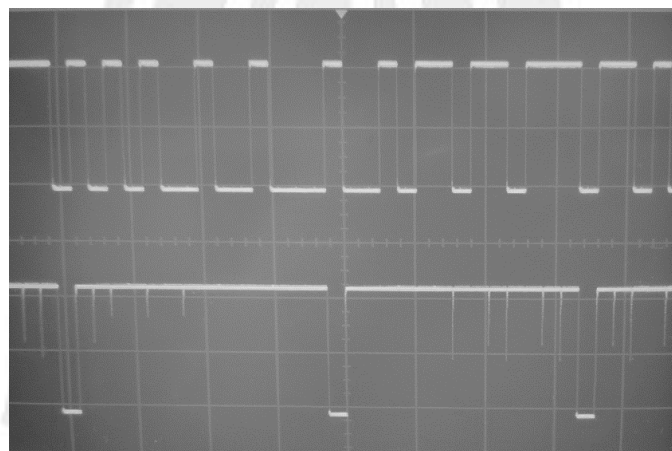

Figura 7.6 Comparación entre TP10 y TP14.
- Monitorear con el osciloscopio por un lado la entrada del demodulador (TP10) y por otro el punto TP14. Ajustar el control de tamaño del escalón (Step Size) (RV3) y el de ganancia (Gain) (RV4) al máximo (Figura 7.6). En este último punto se debe observar la presencia de un impulso para cada grupo de tres bits consecutivos a nivel alto o a nivel bajo en la señal delta que entra al demodulador.